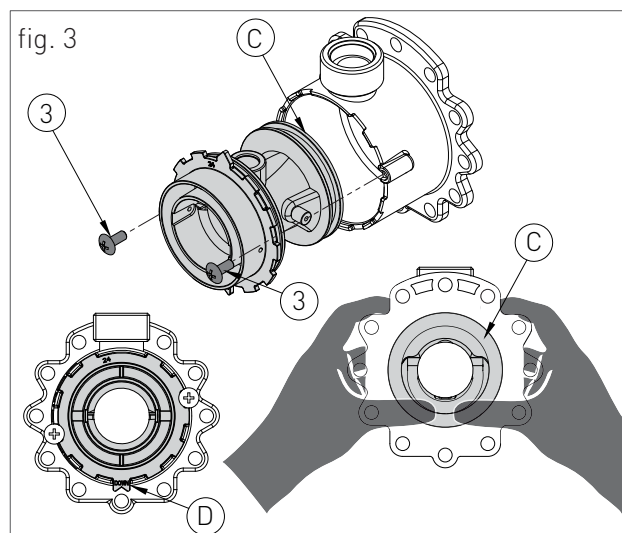

fig. 3
- › svitare le due viti '3' (fig.3) e fare pressione sul lato posteriore del corpo venturi 'C' (fig.3);
- › sostituire il corpo venturi con quello adatto al tipo di gas di rete (cod. 30-00207 per metano / cod. 30-00201 per GPL) e assicurarsi che l'orientamento del dente 'D' (fig.3) sia verso il basso sulla ghiera in alluminio (vedi fig.3);